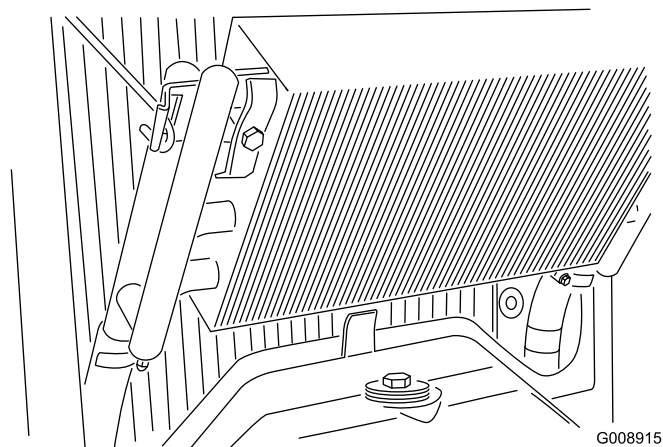

図 67
4. オイルクーラのラッチを外し、クーラーを後ろに傾ける (図 67)。